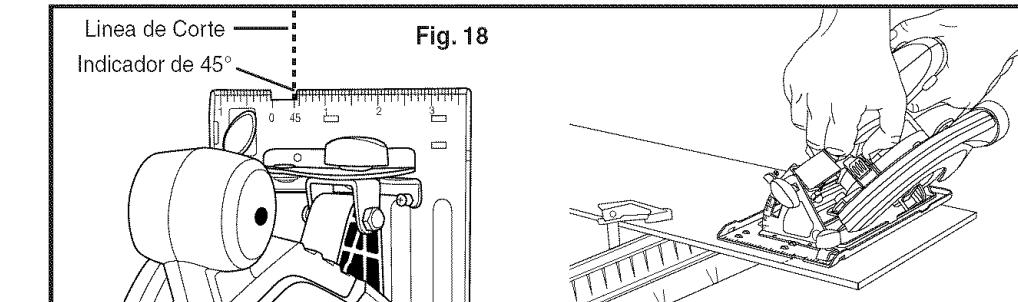

Fig. 18
HACIENDO CORTES DE BISEL (Fig. 18)
1. La sierra puede ajustarse para cortar a cualquier ángulo entre 0° y 50°. Al hacer cortes biselados de 45°, hay una muesca en la base de la sierra ayudar con alinear la hoja con la línea de corte (ver Fig. 18).
4. Al realizar un corte de bisel **SOSTENGA** la sierra **FIRMEMENTE** con ambas manos (ver la Fig. 18).